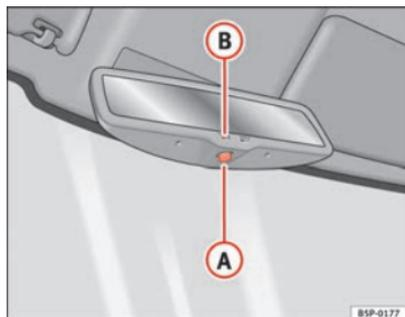

Fig. 64 Retrovisor interior con ajuste automático para posición antideslumbrante.
- Pulse la tecla (A) → fig. 64. El testigo de control (B) se apaga.
- Pulse la tecla (A) → fig. 64. El testigo de control se enciende.